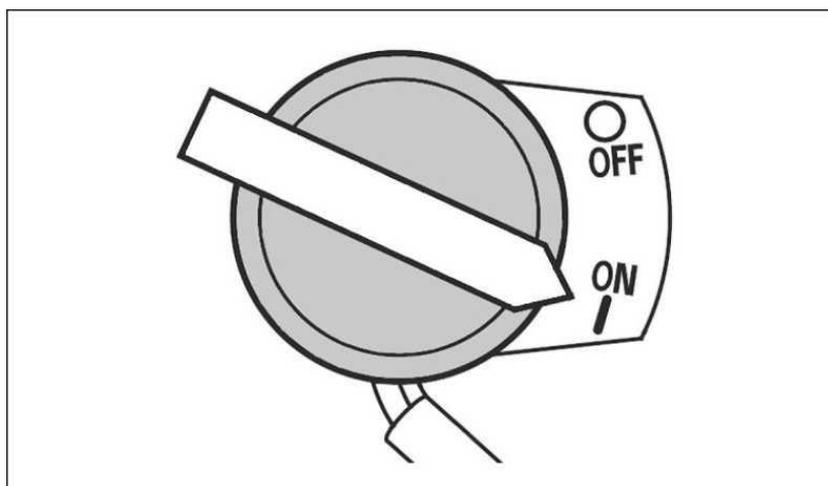

Рис. 13. Положения рычага газа.
5. Переведите выключатель зажигания в положение «ON» (Включено) (Рис. 13).